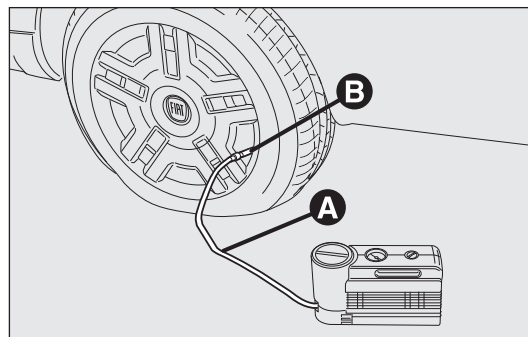

fig. 172
- Dra åt handbromsen. Skruva loss hättan på däckventilen, ta ut påfyllningsslangen A-fig. 172 och skruva fast axelmuttern B på däckventilen.